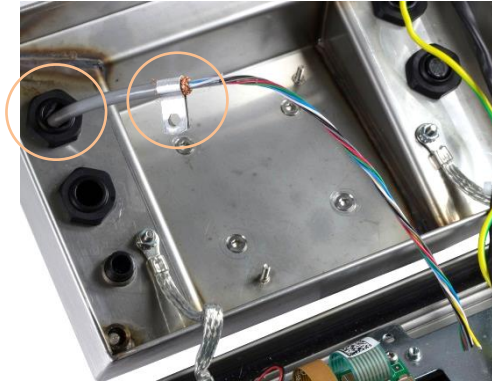

Figura 2-31: Passaggio del cavo della cella di carico nella scocca del terminale IND236, con il fermaglio di terra.
17. Il cavo della cella di carico entra attraverso il pressacavo illustrato nella Figura 2-31.